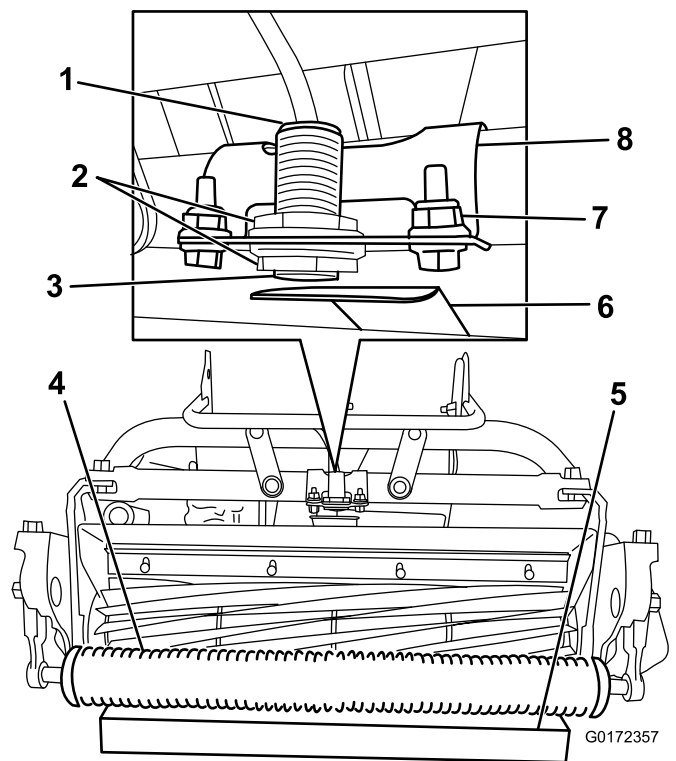

Bild 14
2. Lösen Sie die Klemmmuttern am Sensor und stellen Sie den Sensor so ein, dass ein Gewinde unter der unteren Klemmmutter sichtbar ist (Bild 14).
4. Stellen Sie einen 3,8 cm dicken Block unter die Rolle am Frontmähwerk (Bild 14).
5. Lösen Sie die Befestigungen, mit denen die Sensorhalterung am Rahmen befestigt ist (Bild 14).
8. Drehen Sie die Sensorhalterung zur Zielplatte, bis die Lampe oben am Sensor aufleuchtet (Bild 14). Wenn sie bereits aufleuchtet, drehen Sie sie von der Zielplatte weg, bis sie ausgeht; drehen Sie sie dann in umgekehrter Richtung, bis sie wieder aufleuchtet.